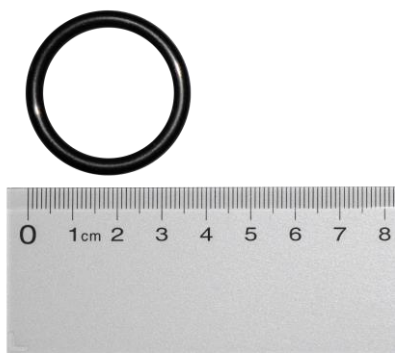

Fig. 10
- Skifte alle O-ringer. Fig. 10.